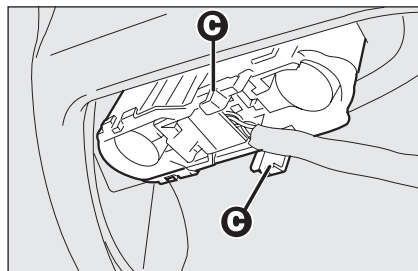

fig. 34
- abbassare lo sportello ed estrarre il gruppo portalampane agendo sulle linguette di ritegno **C-fig. 34**;
- reinserire il gruppo portalampane fissandolo correttamente in posizione mediante le linguette di ritegno **C-fig. 34**;
- abbassare lo sportello ed estrarre il gruppo portalampade agendo sulle linguette di ritegno **C-fig. 34**;
- reinsertire il gruppo portalampade fissandolo correttamente in posizione mediante le linguette di ritegno **C-fig. 34**;